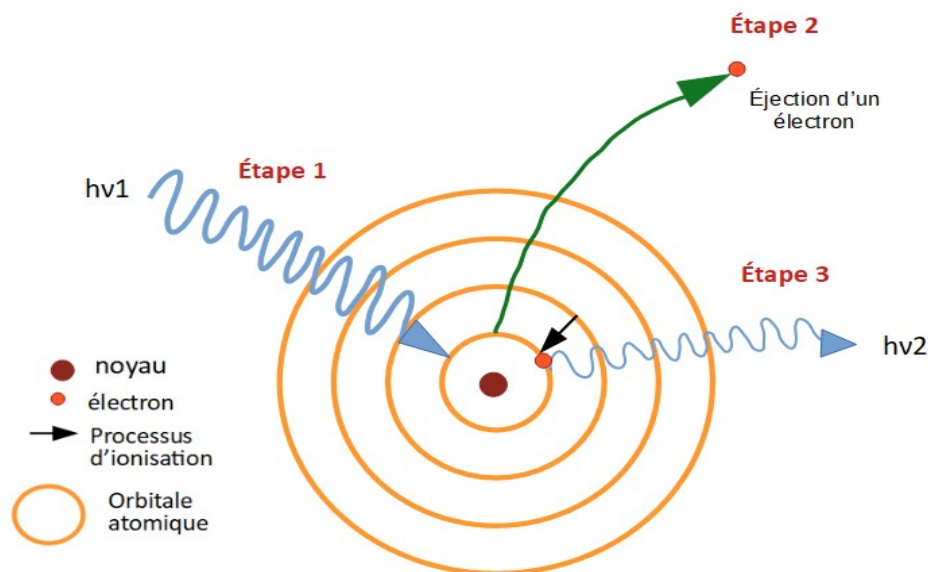

Figure 2: Étape du fonctionnement de la fluorescence X
1. l'échantillon à analyser est excité par une source d'énergie primaire1 à haute énergie. Ces derniers sont émis par un tube à rayons X et frappent l'échantillon. (Figure 2)